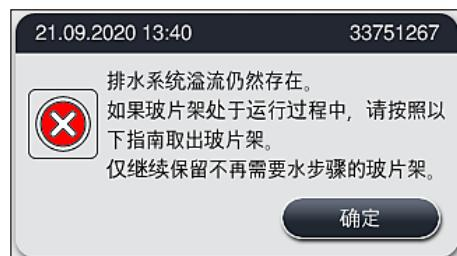

图 125
3. 如果采取清洁措施仍未能疏通堵塞，水洗站点将因为始终存在临界水位而被停用。水洗站点在显示屏上显示为故障。如要中止一个或多个程序，按下 (→ “图 123-2”) 或 (→ “图 124-2”) 启动受控的中止过程。继续运行不需要水洗步骤的程序，直到染色过程结束。必须取消并从仪器中取出至少仍需要一个水洗步骤的所有剩余玻片架。按下确定确认以下消息 (→ “图 125”)。